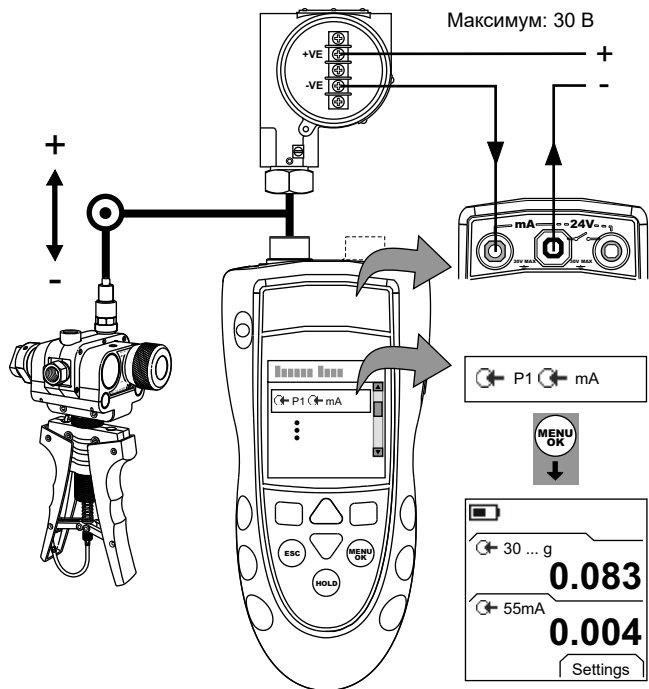

Рисунок 5: Пример конфигурации. Калибровка датчика с внешним контуром питания
1. Подключите прибор (Рисунок 5 или 6) и при необходимости отрегулируйте *Set Up (Настройка)* (Таблица 1).